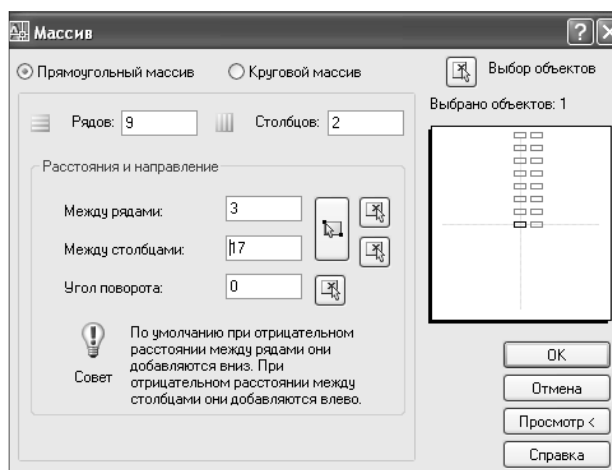

Рисунок 19 – Диалоговое окно «Массив» (прямоугольный)
- 3 В диалоговом окне «Массив» (рис. 19) – выберите «Прямоугольный массив».